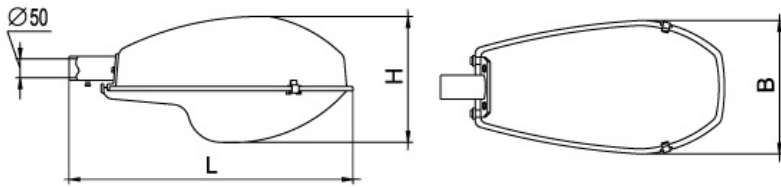

Рис. 1. Общий вид светильника
- 4.1 Общий вид светильника приведен на рис.1.